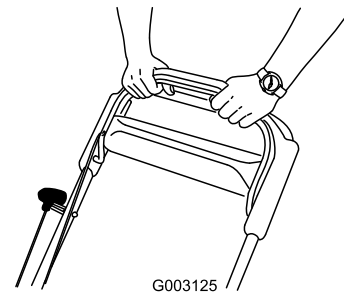

Figure 17
3. Maintenez la barre de commande des lames contre le guidon (Figure 17).